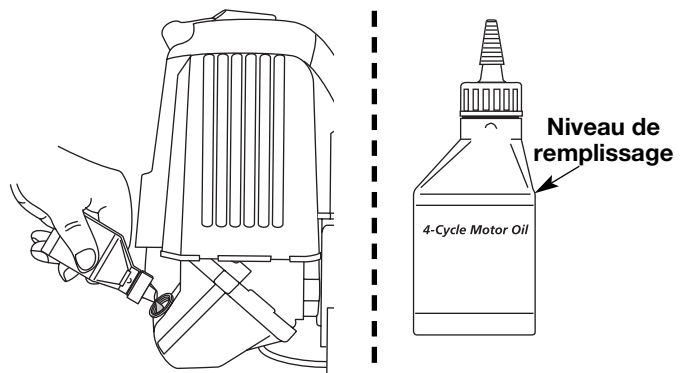

Figure 29
**REMARQUE :** Mesurez la quantité nécessaire à l'aide de la bouteille et de la buse utilisées lors de la mise en service. 100 ml (3,4 oz) correspond environ au haut de l'étiquette de la bouteille (Fig. 29). Vérifiez le niveau d'huile avec la jauge. S'il est trop bas, ajoutez un peu d'huile par l'orifice et revérifiez. Ne remplissez pas trop (Fig. 29).